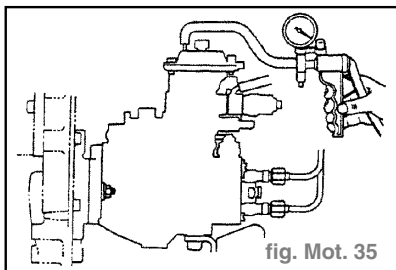

fig. Mot. 35
- Brancher une pompe à main (pompe de type de pression) au raccord du compensateur de suralimentation. (fig. Mot. 35)